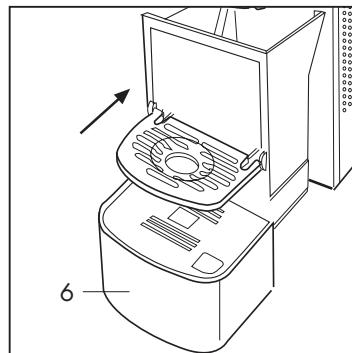

Fig. 25
Vacie el portacápsulas y enjuague. Limpie la bandeja y la rejilla de los residuos de agua y café. Una vez limpio, vuelva a introducir la bandeja con el portacápsulas e inserte otra vez el vaso (13) correctamente en su sede (**Fig. 25**)